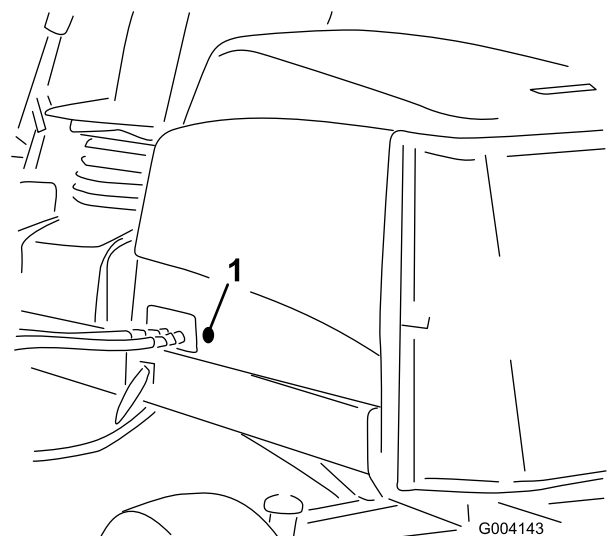

Figure 34
2. Retirez les bagues en caoutchouc qui occupent le trou sur le côté gauche du capot (Figure 34).